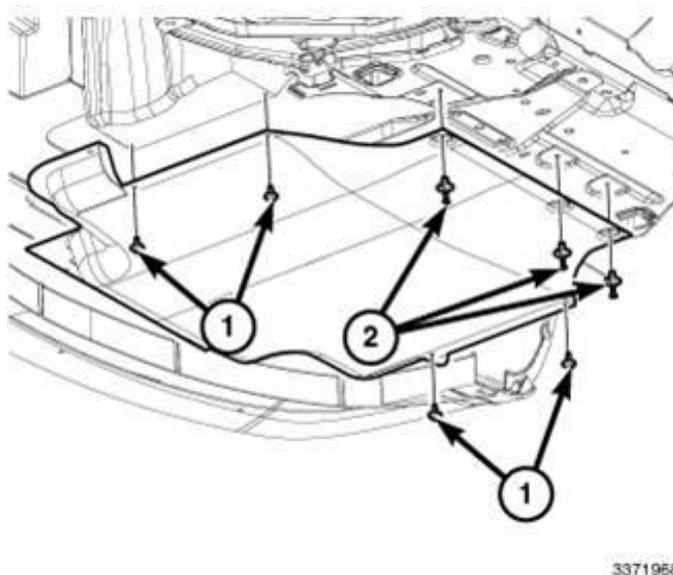

Fig. 1 Pianale motore
1. Rimuovere il riparo del pianale motore (Fig. 1).